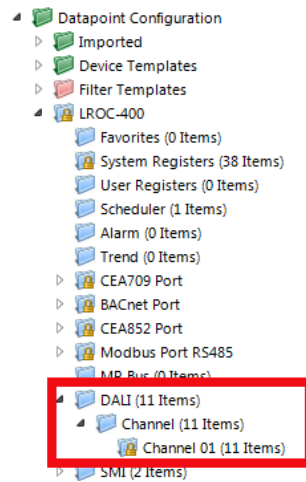

Abbildung 215: Datenpunktmanager mit DALI Geräte-Ordern
- Die Verzeichnisstruktur (Abbildung 215),